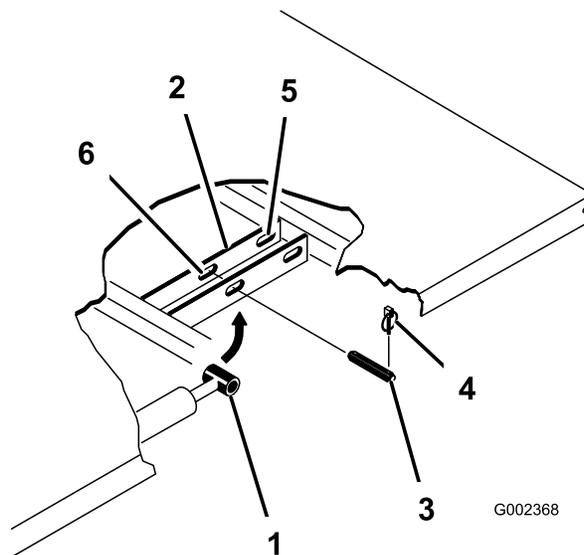

Figura 11
2. Retire os pinos de sujeição das extremidades exteriores dos passadores de forquilha da haste do cilindro (Figura 11).